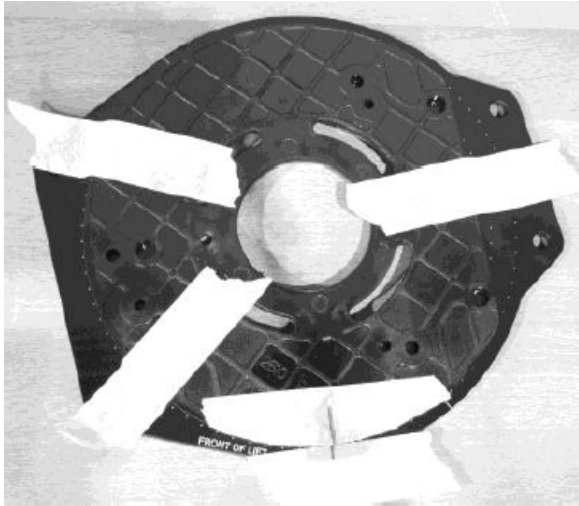

Abbildung 37
5. Befestigen Sie die Gleitplatte in dieser Position auf dem Befestigungsring mit Hilfe von Klebeband, oder Klemmen (s. Abb. 37).